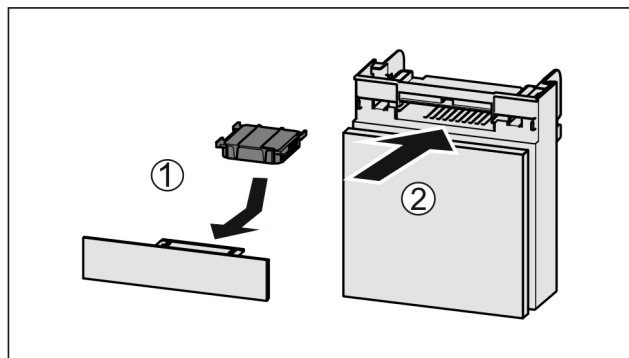

Fig. 146
- ▶ Insérer le filtre à charbon actif d'après le schéma Fig. 146 (1).
- ▶ Insérer le compartiment Fig. 146 (2).